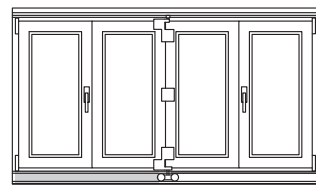

Рис. 5 Установите покрывку и декоративную накладку L
- E Установите на раму деталь MV (53), запорные пластины (56 или S-ES) (55 или 56), откидные опоры S-ES FH (57). См. также обвязку фурнитуры.
- F Установите все декоративные накладки. Обрежьте и установите декоративную накладку F (24).
- G Декоративной накладкой L (26) закрывается область несущей направляющей свободная от движущихся тележек, см. рис.5.
- H Для защиты несущей направляющей от загрязнения, например, при оштукатуривании откосов устанавливается покрывка (27), см. рис.5.